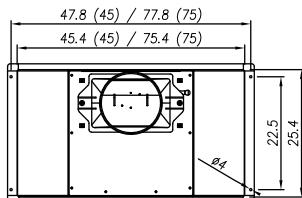

Fig. 2
- En la bolsa de accesorios que se suministran con la campana, encontrará los tornillos necesarios para la fijación de la misma (fig. 2).
- Im Zubehörbeutel befinden sich die zur Befestigung der Abzugshaube erforderlichen Schrauben (Fig. 2).